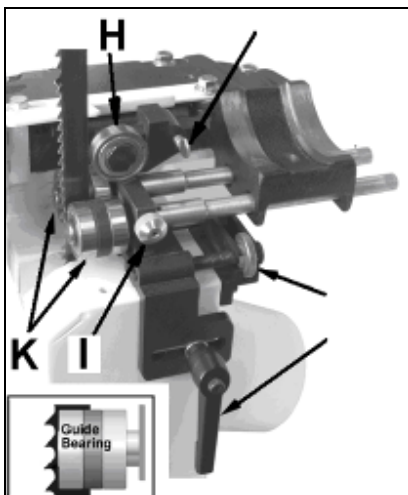

Fig 15
Die Klemmschraube (I, Fig 15) klemmt beide Führungsrollen (K) zugleich.